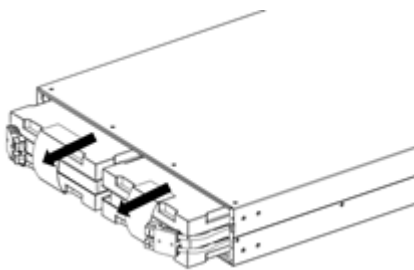

Figure 5
- un. Il existe deux ensembles de modules pour le BP192V5CRTXL. (Figure 5)